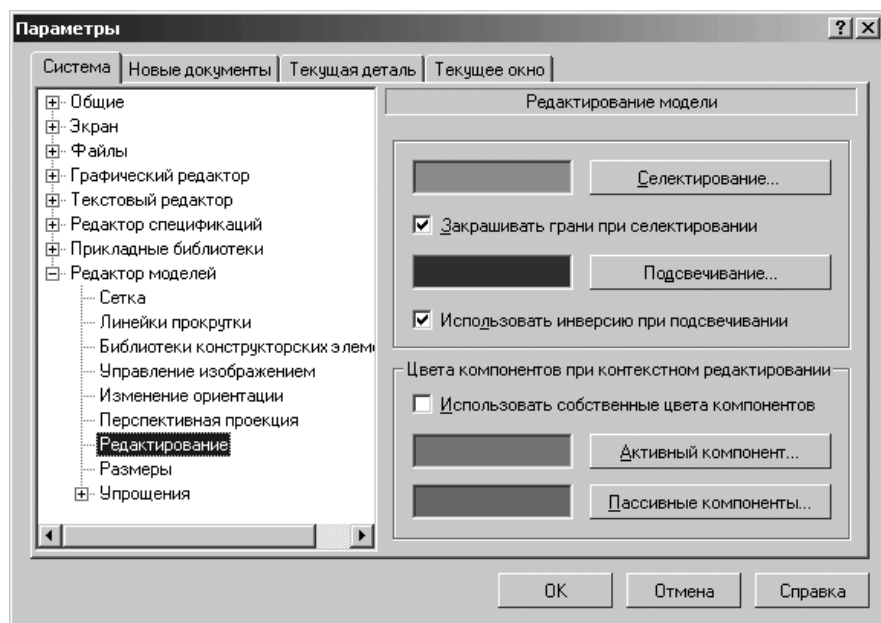

Рис. 9.52. Диалоговое окно **Параметры**
- щелкните по пункту **Редактирование**. Откроется в правой части диалогового окна панель **Редактирование модели** (рис. 9.52);